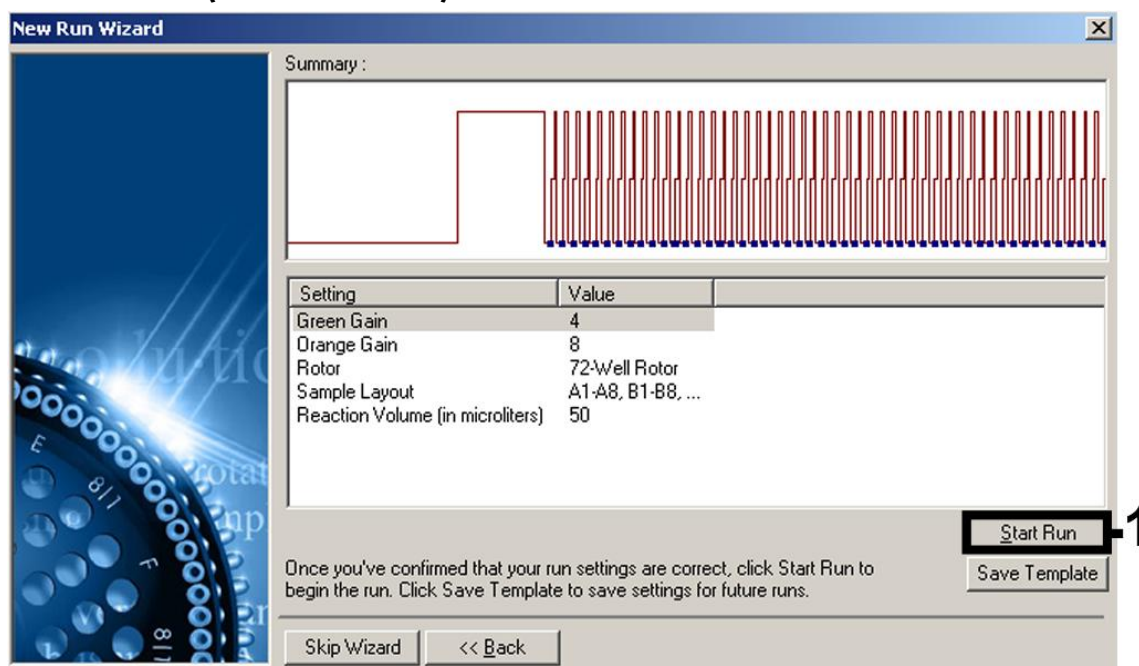

Figura 11. Iniciar o ensaio. Ter em atenção que, no Rotor-Gene 3000, o software irá definir os corantes fluorescentes como “FAM/Sybr” e “ROX”.
Iniciar o ensaio	Figura 11
10. Os valores de ganho determinados pela calibração de canais são guardados automaticamente e são enumerados na última janela do menu do procedimento de programação (figura 11). Clique em “Start Run” (Iniciar ensaio).